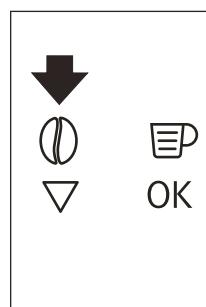

Рис. 15
- Нажмите значок \odot (B4) (рис. 15) и выберите функцию молотого кофе.